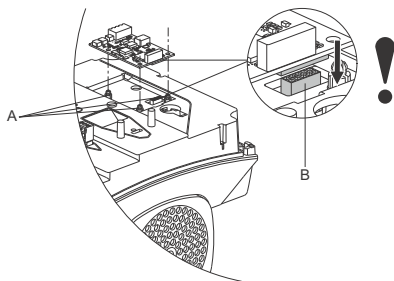

Рис. 61 Установка модуля SIM
- Установите новый модуль SIM, подогнав его по пластмассовым держателям (рис. 61, А) и соединительному разъёму (рис. 61, В). Нажмите на модуль пальцем, чтобы поместить его в гнездо.